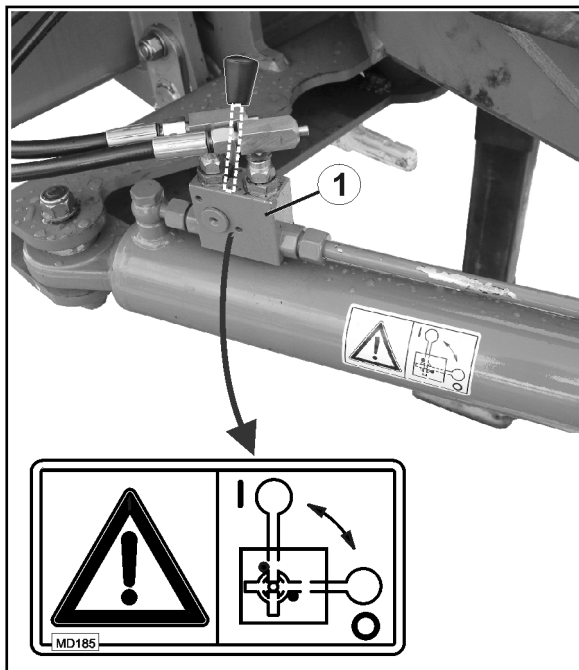

Fig. 43
4. Fixar o timão de direção através do fecho da torneira de fecho (Fig. 43/1) na posição 0.